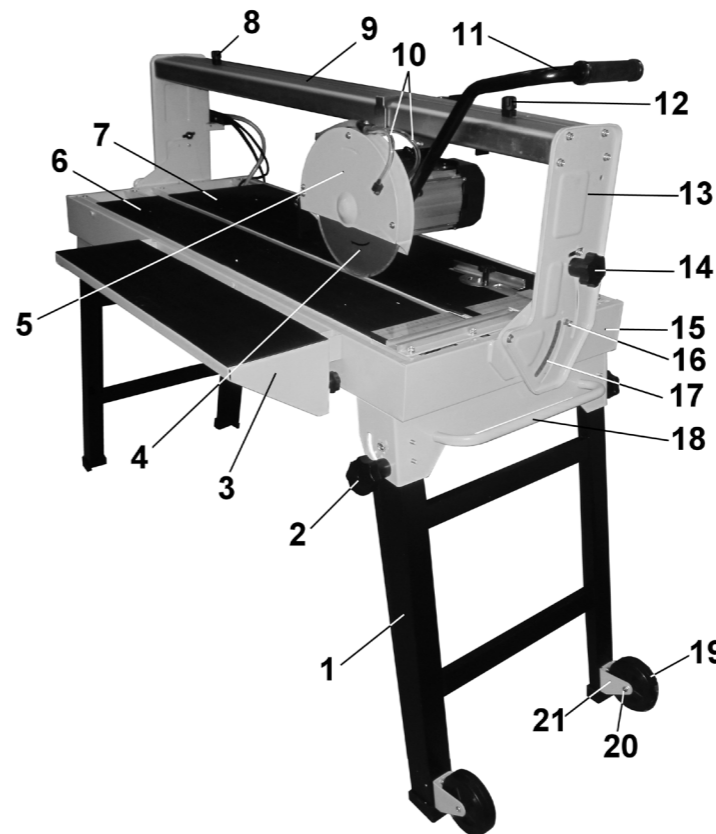
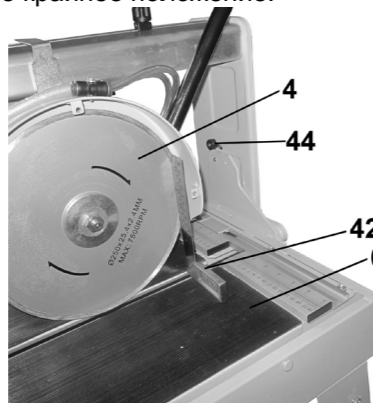

Рис. 2
Рис.12
13. ТЕХНИЧЕСКОЕ ОБСЛУЖИВАНИЕ (Рис. 2,3)
7. УСТРОЙСТВО Рис. 2,3
8. ТРАНСПОРТНОЕ ПОЛОЖЕНИЕ (Рис. 2)
9.2. Сборка плиткореза (Рис.2)
9.2.5. С внутренней стороны защитного кожуха (5) выкрутите два болта, установите и закрепите болтами ручку плиткореза (11), Рис.2,8.
10.1. Регулировка угла резания (Рис. 2, 3, 9, 11)
10.2.1. Ослабьте положение двух винтов фиксации (14). Установите отрезной диск (4) в вертикальное положение на отметку 0° по шкале (17) и указателю (16), Рис. 2. Снимите крышку (43) защитного кожуха (5), п.12.2. Как показано на Рис.12, проверьте угол 90° положения отрезного диска (4) относительно рабочего стола (6); при необходимости произведите корректировку положения указателя (16). Для удобства в работе при изменении угла наклона отрезного диска (4) отрегулируйте положение двух ограничителей (44) в положении отрезного диска (4) под углом 90° относительно рабочего стола (6).
10.3. Регулировка ограничения хода отрезного диска (Рис. 2, 8)
11.1. Принцип работы (Рис. 2,3)
11.2. Подготовка к работе (Рис. 2, 3, 8)
11.3. Выполнение работы (Рис. 2, 3, 8)